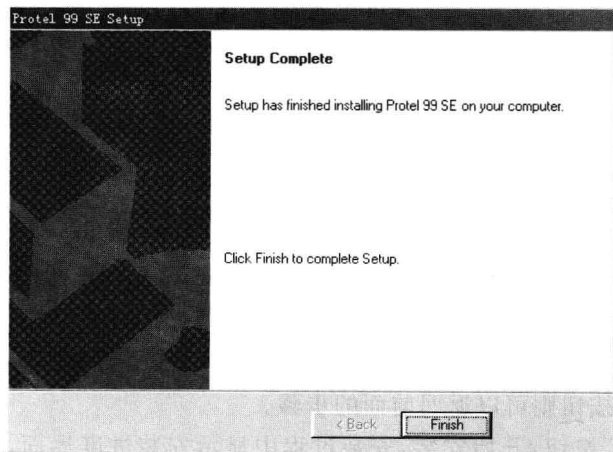

图 1-7 第 6 个 Protel 99 SE Setup 对话框
⑦ 安装后选择重新启动系统,接着显示第 6 个 Protel 99 SE Setup 对话框,如图 1-7 所示。单击“Finish”按钮完成安装。